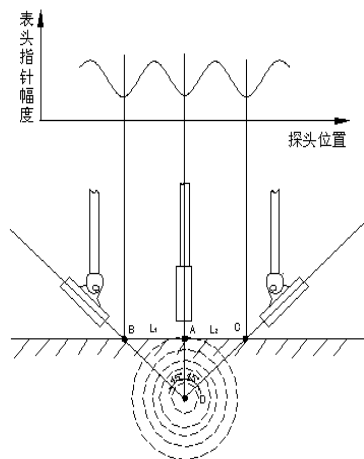

图4
AB (AC) 点的直线距离就是地下电缆的埋深AD。一般误差在±5CM左右。(见图4) 此方法也叫三角法: